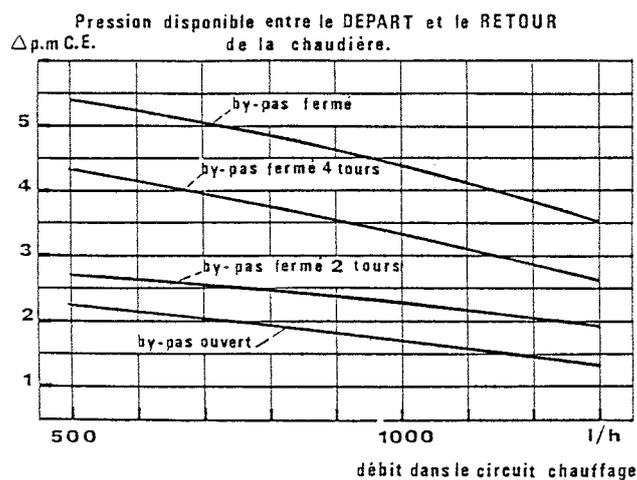

Fig.3
- Par sortie arrière ou, par sortie latérale droite ou, par sortie latérale gauche (voir Fig. 3 et montage de la microventouse)
Les sections des canalisations seront calculées suivant les méthodes habituelles en utilisant la courbe débit/pression (Fig. 3 - page 2)
Les bruits d'eau peuvent aussi être causés par une pression disponible trop forte à la chaudière. Il faut donc bien dimensionner les canalisations en fonction de la courbe débit/pression (Fig.3 - page 2)